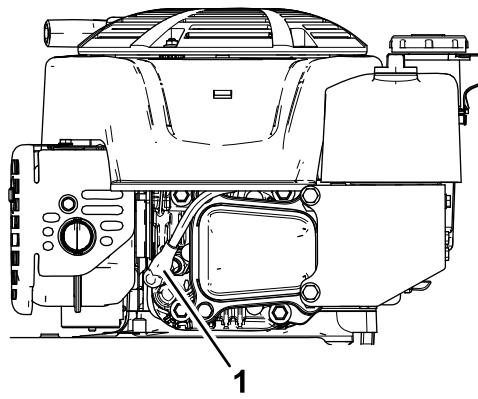

Figura 30
- Scollegate il cappellotto dalla candela (Figura 30).